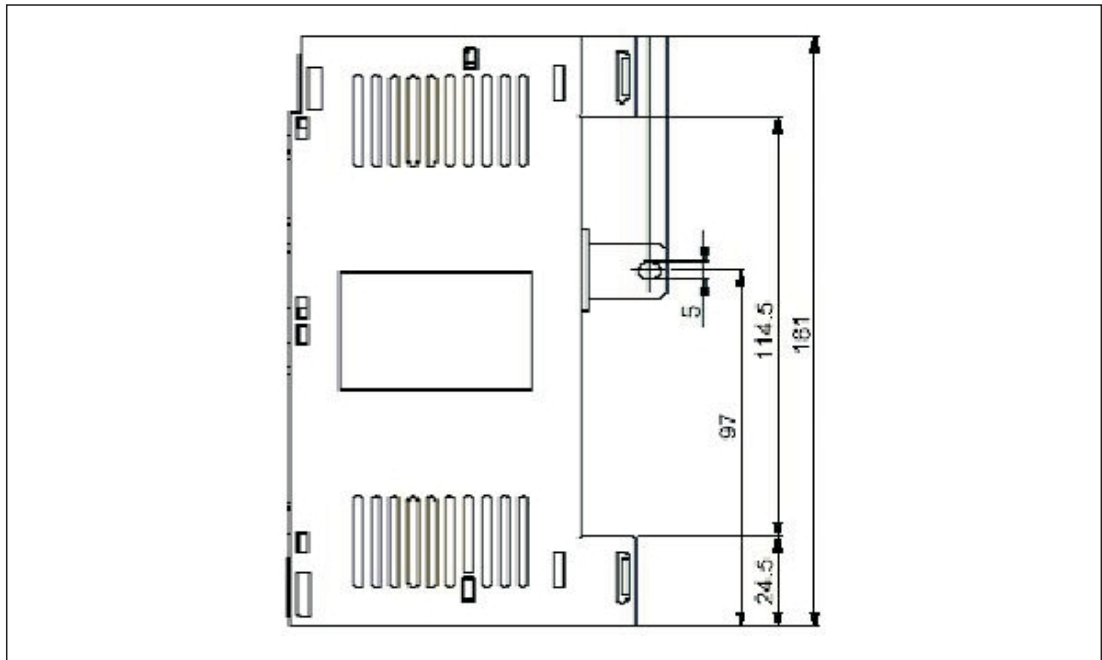

Abb. 2-2: Abmessungen für die Schraubbefestigungen der MR-J3-D01
- ② Anbringen der Erweiterung MR-J3-D01 an den 1. Fixierungspunkten des Verstärkers und den hinteren Einrastpunkten der Erweiterung. Die Erweiterung wird an den 2. Fixierungspunkten hörbar einrasten. Eine Verbindungen des Steckers CN7 am Verstärker sowie der Erweiterung ist dann hergestellt.
- ③ Befestigung der Erweiterung an den Servoverstärker mit der mitgelieferten Schraube M4 entsprechend Abb. 2-2.